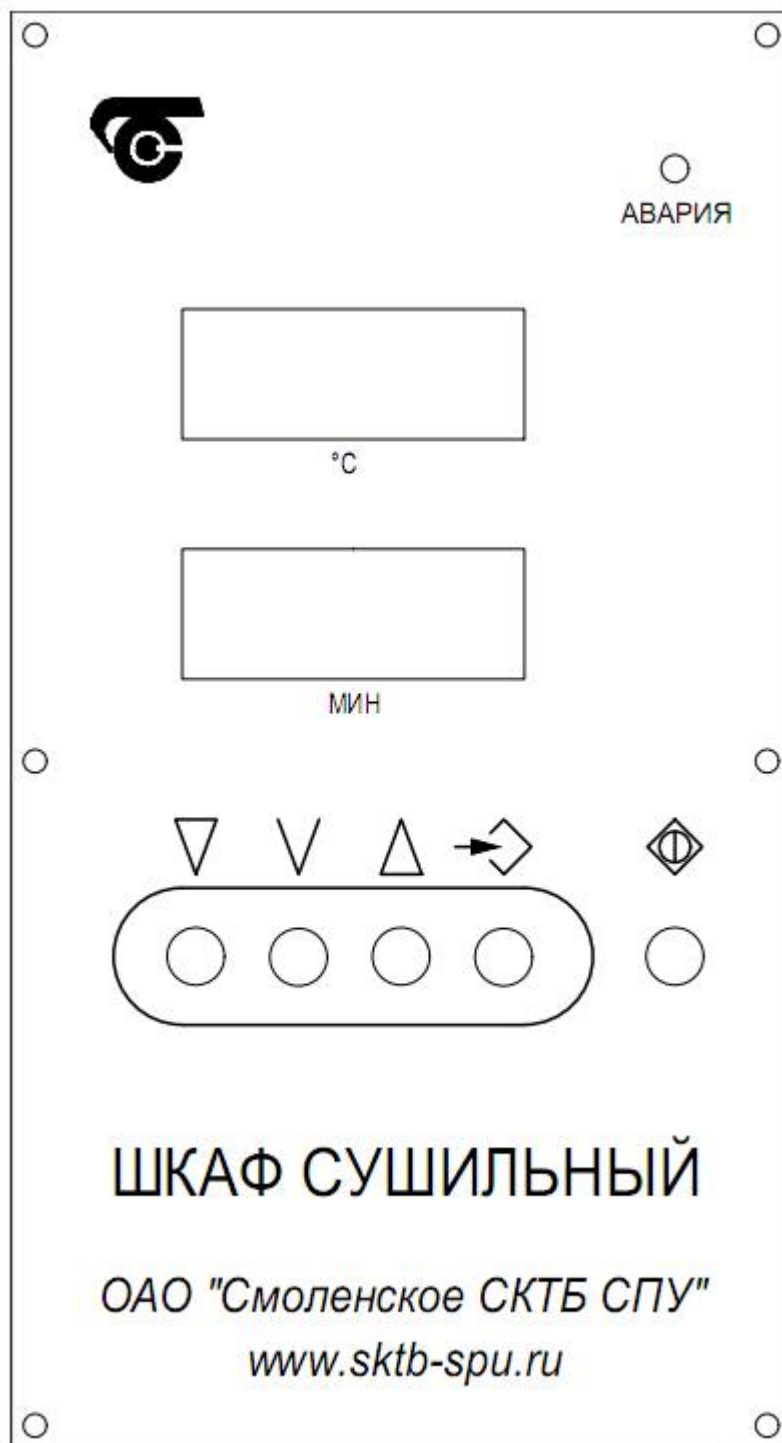

Рисунок 1 – Панель управления
10.4 Включить шкаф, с помощью выключателя сети, расположенного на боковой поверхности шкафа, при этом включатся вентиляторы, на индикаторах температуры «°С» панели управления (рисунок 1) появится текущая температура в камере.